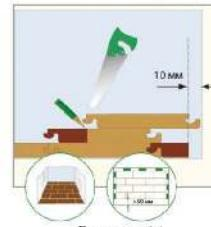

Рисунок 14
- Обратите внимание, каким образом происходит монтаж последних панелей. Данная схема значительно упростит Вам разметку ламинированной доски (см. рис. 14).